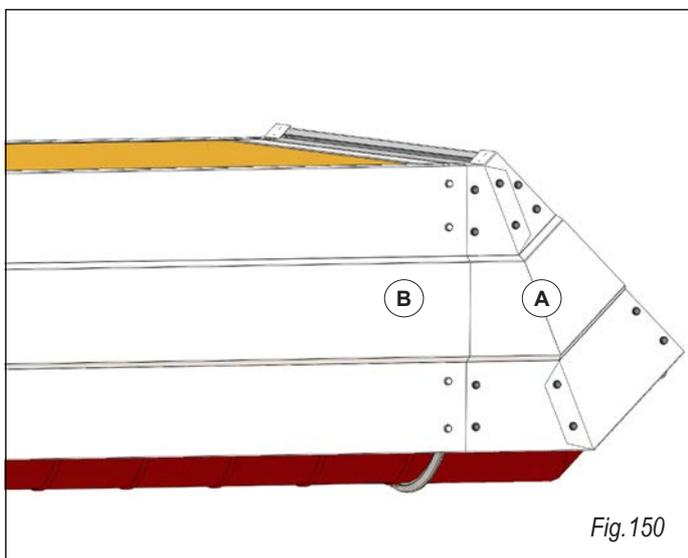
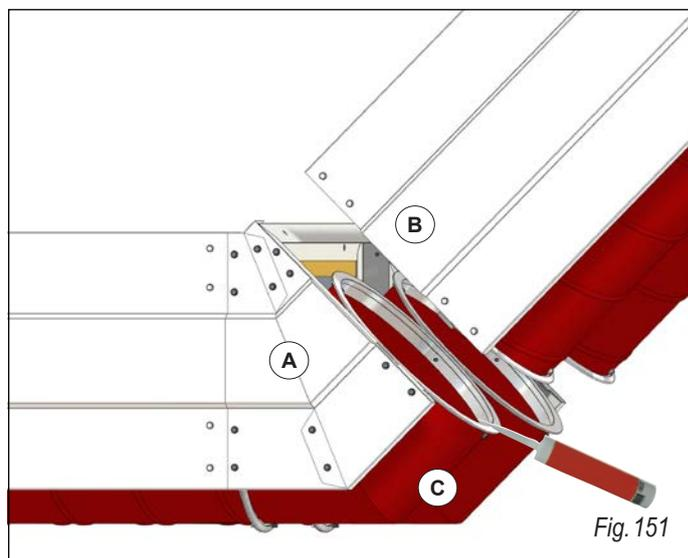

Fig. 150
Fig. 151
Fijar la primera parte del módulo de variación de altura al conducto radiante (fig. 150). Pongan silicona en ambos lados en las bridas de acoplamiento de la curva como en la fig. 151 (C).